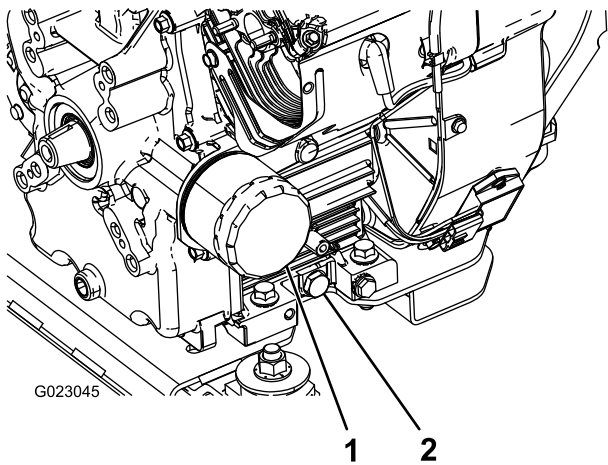

图 43
- 拆下排油塞 图 43。
2. 拆下机油滤芯 图 43。
5. 将新机油滤芯装在机油滤芯安装座上。顺时针转动机油滤芯直至橡胶垫片接触到机油滤芯安装座然后将机油滤芯再旋入 1/2 圈 图 43。